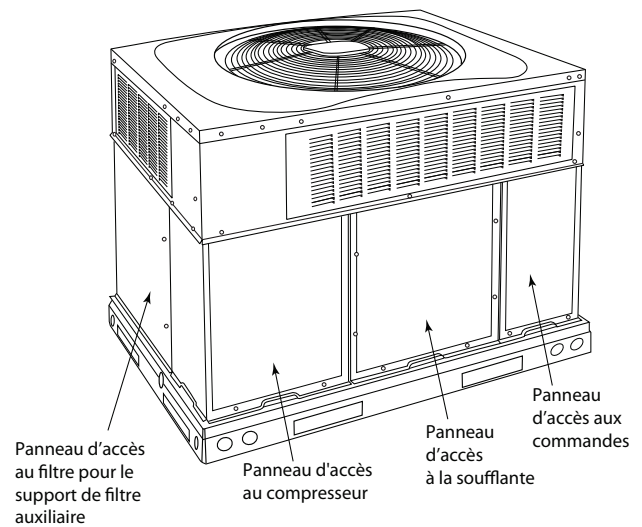
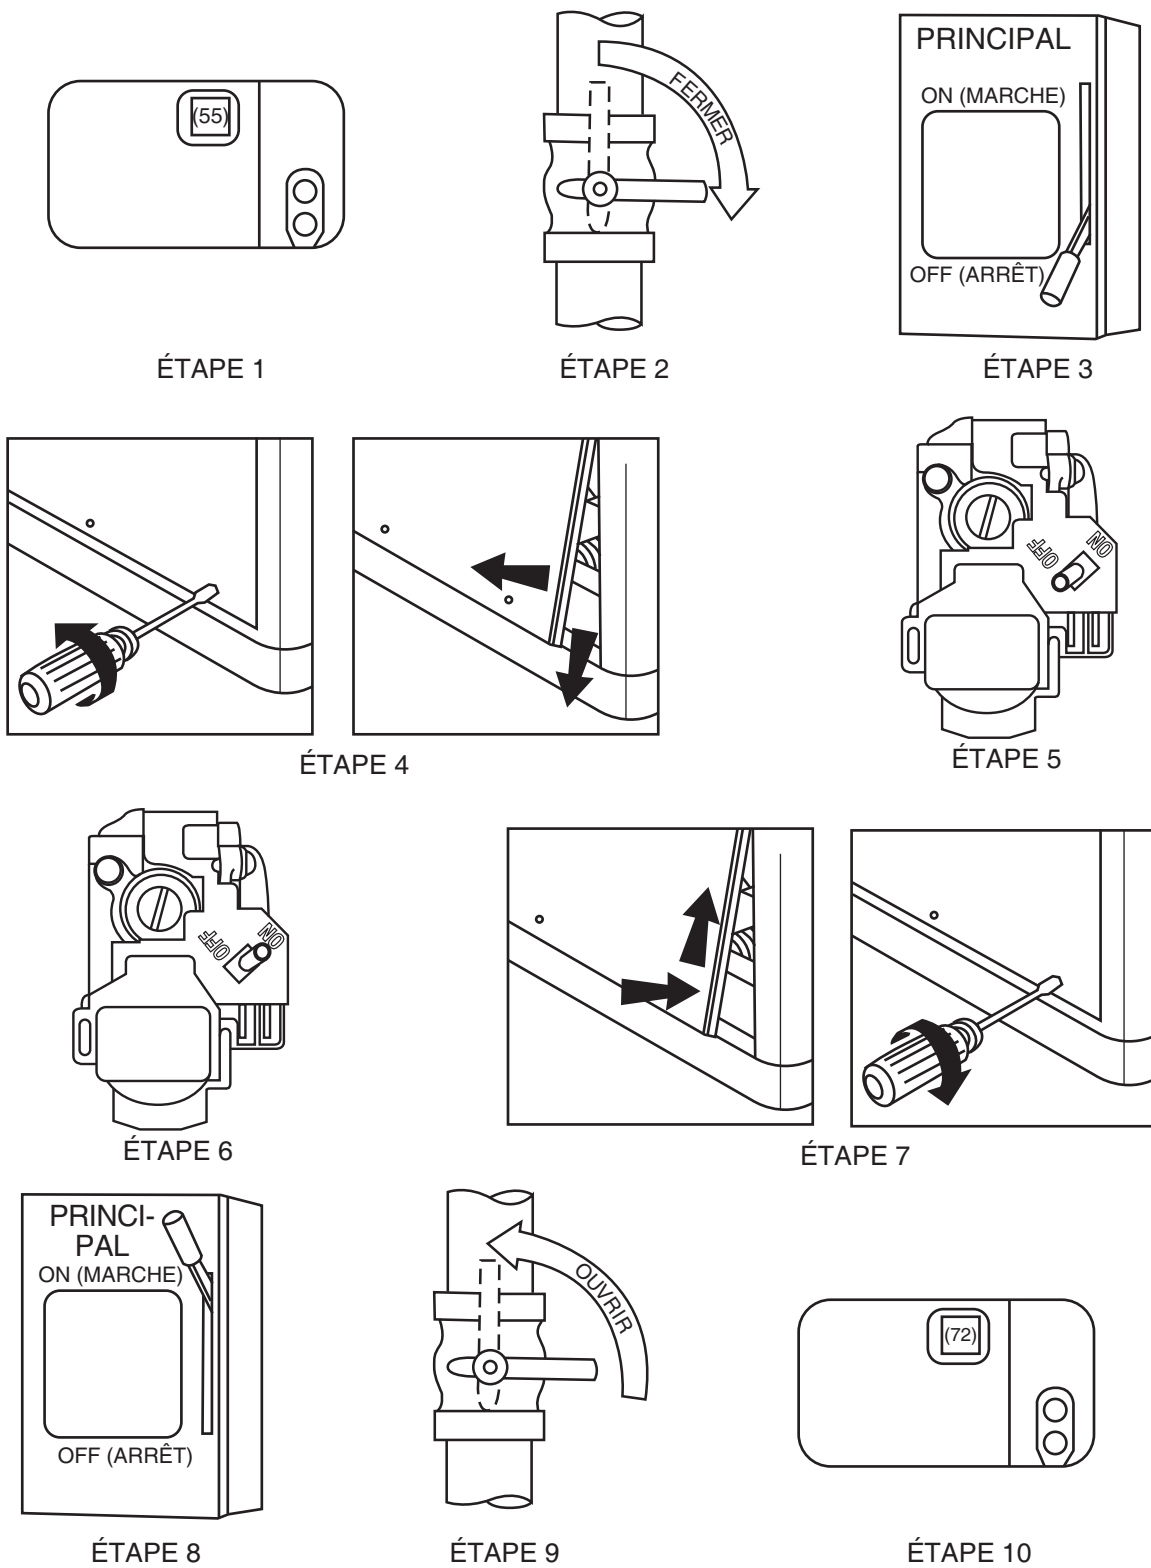

Fig.2 – Panneaux d'accès de l'appareil
Fig.4 – Pour démarrer l'appareil de chauffage au gaz
Consultez la Fig. 2 pour connaître l'emplacement du panneau d'accès avant de l'appareil. Consultez la Fig. 4 pour connaître l'emplacement du robinet de gaz. Consultez la Fig. 4 pour effectuer les étapes suivantes.
4. Retirez le panneau d'accès de commande au moyen d'un tournevis à douille de 7,9 mm (5/16 po). (Consultez la Fig. 2.)
4. Retirez le panneau d'accès de commande. (Consultez la Fig. 2.)
Pour remplacer ou inspecter les filtres dans un support accessoire de filtre (consultez la Fig. 2) :